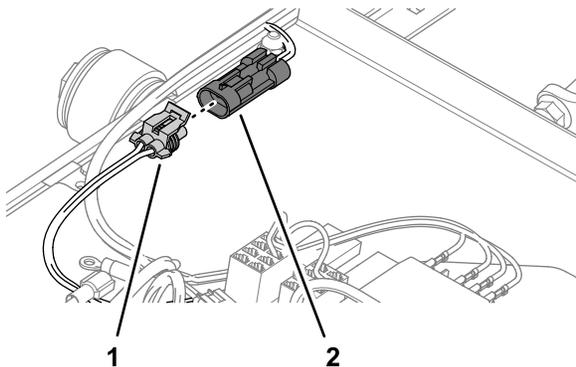

**Figura 8**
- Collegate i morsetti della presa del cablaggio preassemblato del kit ai morsetti a baionetta del regolatore di velocità della ventola (Figura 8) secondo la seguente tabella: